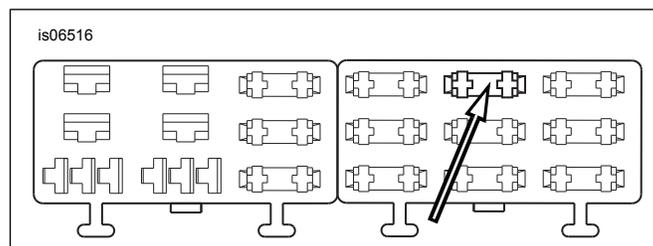

Figura 7. Cavidad «P&A IGN» del bloque de fusibles (Softail 2004 a 2010)
4. Vea Figura 7. Ubique la cavidad del fusible (1) etiquetada como "P&A IGN" en la cubierta del bloque de fusibles. Hay un terminal solamente en un lado de esta cavidad. Inserte el terminal en el cable del adaptador naranja/blanco dentro de la cavidad hasta que se detenga. Vea algún terminal cercano instalado en la fábrica para compararlo y verificar que esté correctamente orientado y a la profundidad correcta.